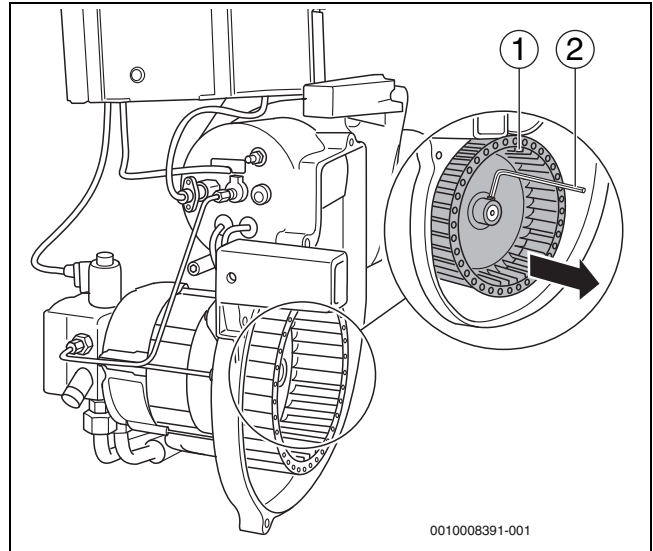

Bild 33 Gebläserad prüfen, gegebenenfalls reinigen
- ▶ Gebläserad (→ Bild 33, [1]) mit einem Innensechskantschlüssel (→ Bild 33, [2]) lösen und von der Welle ziehen.
- ▶ Gebläserad (→ Bild 33, [1]) wieder montieren.